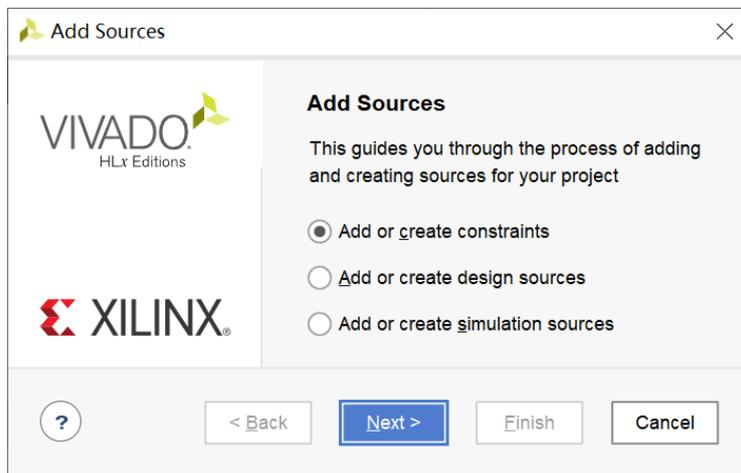

图 1.32
a.5、完成之后，点击左上方工具栏中的保存按钮，工程提示新建 XDC 文件或选择工程中已有的 XDC 文件。本次实验，选择 Create a new file，输入 File name，点击 OK，如图 1.32 所示。至此，完成硬件约束的添加操作。